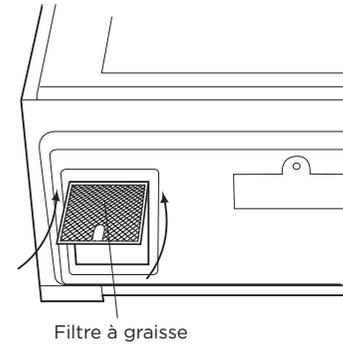

Figure 22
- Installez les filtres à graisse en les insérant dans l'ouverture. Repoussez et remettez-le en place. Voir la figure 22.